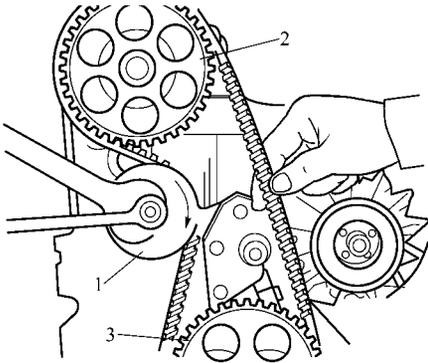

图 2-12 调整同步带张紧度
(6) 按图 2-12 箭头方向转动张紧轮,以张紧同步带。
(7) 用拇指和食指捏住凸轮轴同步带轮和中间轴同步带轮之间的同步带中间,刚好可以转 90° 为合适,如图 2-12 所示。
(8) 拧紧张紧轮的紧固螺母,拧紧扭矩为 $45 \text{ N} \cdot \text{m}$ 。
(9) 把曲轴转动两圈,检查调整是否正确。
(10) 拆下曲轴的 V 形带轮,装上同步带上防护罩,其紧固螺